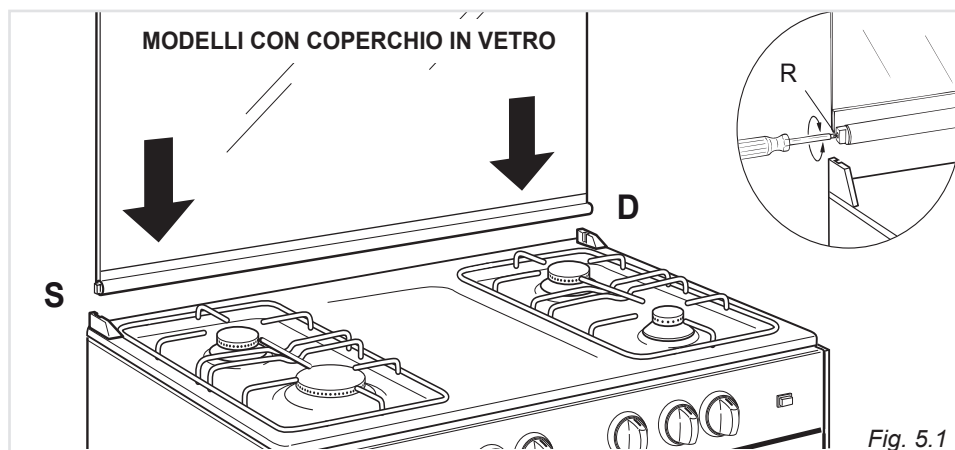

Fig. 5.1
- nella sede destra deve essere montata la cerniera con la stampigliatura “D” mentre nella sede sinistra la cerniera con la stampigliatura “S” (fig. 5.1)
Eventualmente registrare la taratura delle molle delle cerniere ruotando le viti “R” in senso orario (fig. 5.1).